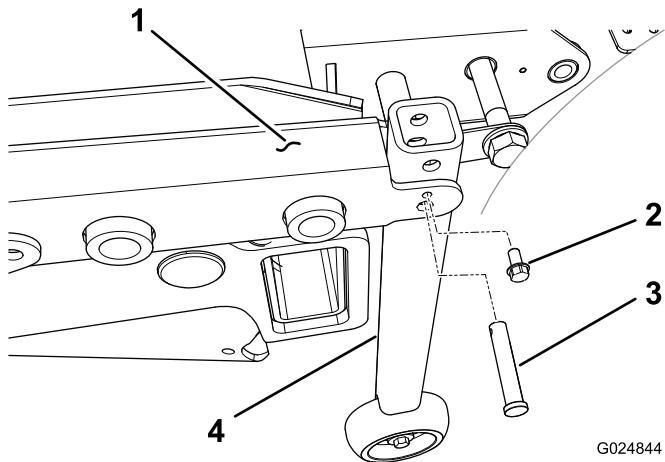

Figura 33
- En unidades de tracción con número de serie anterior al 312999999, Monte un tubo de soporte vertical en cada esquina trasera del bastidor de la carcasa, con un pasador de horquilla y un tornillo autorroscante de 1/4 pulgada (Figura 33)